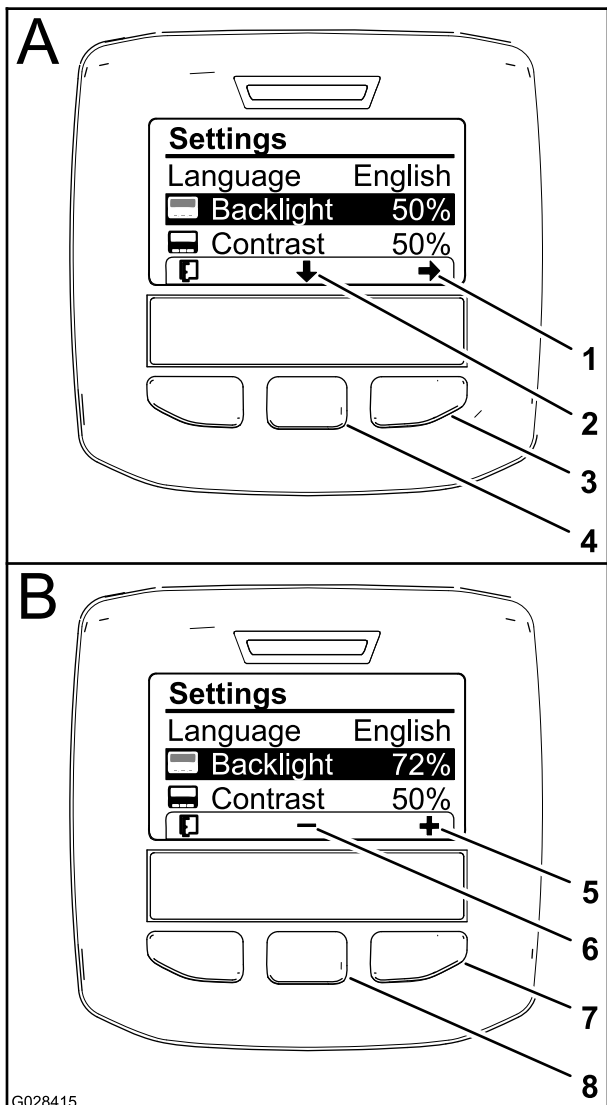

Bild 54
Symbol auf dem Display), um die ausgewählte Option nach unten zur Einstellung für die Rückbeleuchtung zu verschieben (Bild 54).
- Drücken Sie die rechte Auswahl Taste, um den Werteinstellungskontext anzuzeigen (Bild 54).
- Ändern Sie die Helligkeit des Displays mit der mittleren und rechten Auswahl Taste (Bild 54).
- Drücken Sie die linke Auswahl Taste (die Taste unter dem Listensymbol auf dem Display), um die Einstellung zu speichern, beenden das Menü „Rückbeleuchtung“ und gehen auf das Menü „Einstellungen“ (Bild 54) zurück.
- Drücken Sie zum Einstellen des Kontrasts auf dem Display die mittlere Auswahl Taste (die Taste unter dem nach unten zeigenden Symbol auf dem Display), um die ausgewählte Option nach unten zur Einstellung für den Kontrast zu verschieben (Bild 54).
- Drücken Sie die linke Auswahl Taste (die Taste unter dem Listensymbol auf dem Display), um die Einstellung zu speichern, beenden das Menü „Kontrast“ und gehen auf das Menü „Einstellungen“ (Bild 54) zurück.
- Drücken Sie die linke Auswahl Taste, um das Menü „Einstellungen“ zu beenden und das Hauptmenü anzuzeigen (Bild 52 und Bild 54).
- Drücken Sie die linke Auswahl Taste, um den Homebildschirm anzuzeigen (Bild 54).